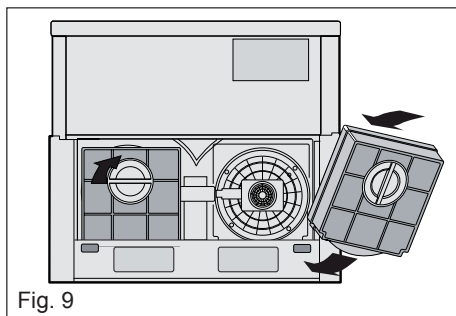

Fig. 9
- ❑ Coloque el filtro de carbón activo cubriendo la rejilla de plástico que protege el aspirador (Fig. 9).